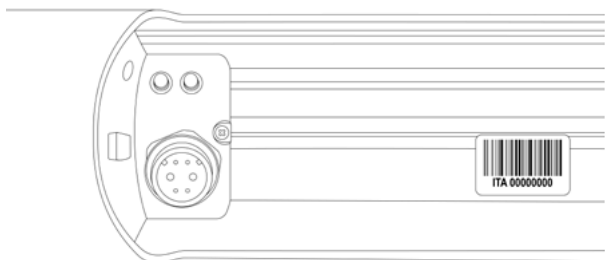

FIG. 15
- Al fine di rendere operante la presente garanzia, si dovrà compilare il form online a cui si accede mediante QR CODE o collegandosi direttamente al sito [warranty.mbmbike.it](http://warranty.mbmbike.it) entro e non oltre 15 giorni dalla data di acquisto della bicicletta. Saranno necessari il numero seriale e la fotografia della prova d'acquisto del rivenditore autorizzato. Il numero seriale è stampato sull'etichetta posta nella slitta della batteria e sulla batteria stessa. (Fig. 15)